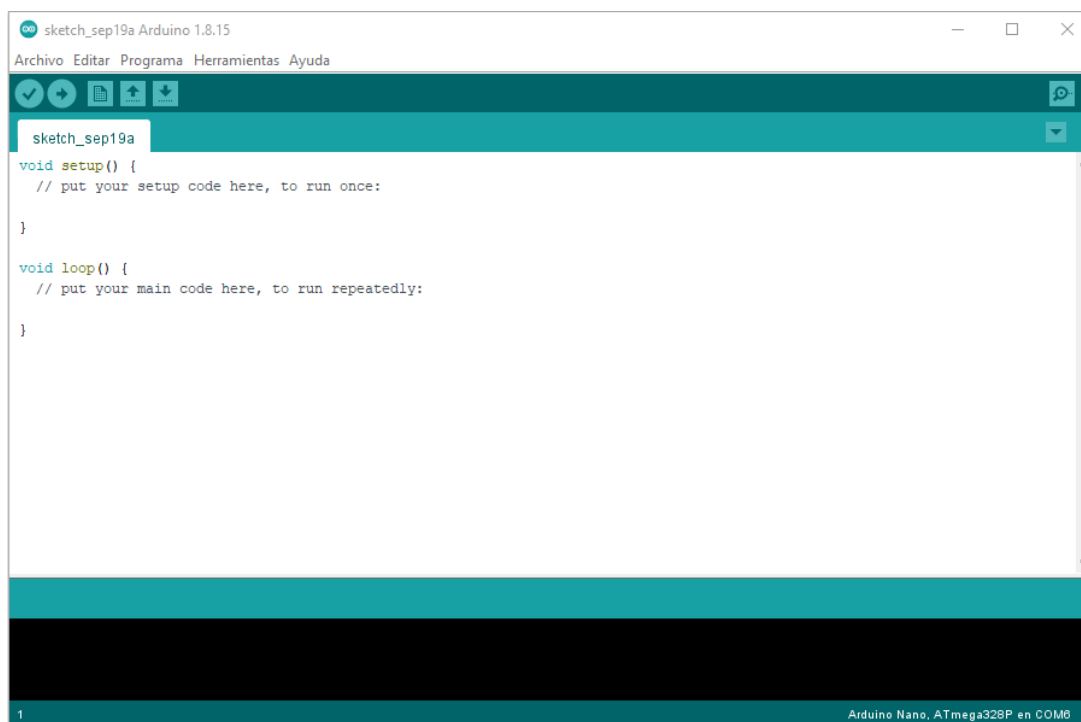

Figura 3.3: Ventana IDE Arduino.
1. Abrir la aplicación IDE Arduino. Aparecerá una pantalla como la Figura 3.3.